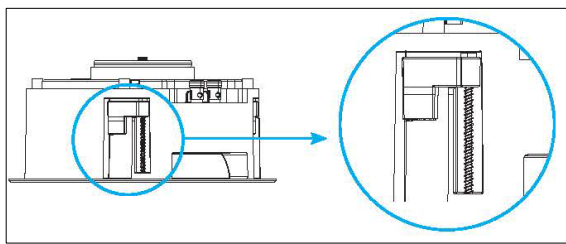

図 2 : Roto-Lock トグルフィート
5. スピーカーが取り付け穴に収まるよう、Roto-Lock のトグルフィートがすべて引き込まれていることを確認してください（図 2 参照）。